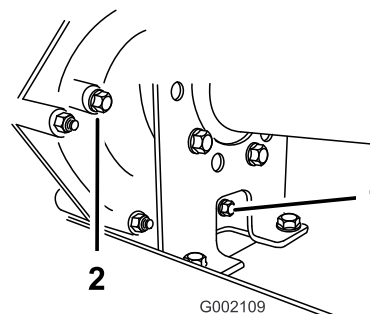
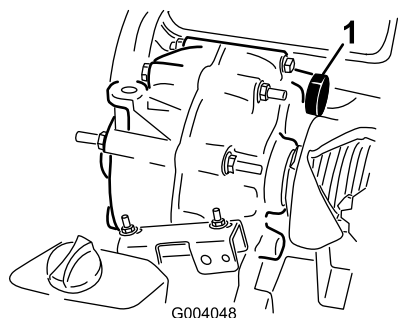

Рисунок 60
Рисунок 61
2. Тщательно протрите места вокруг пробок заливного и сливного отверстий ветошью (Рисунок 60).
4. Снимите пробку заливного отверстия, повернув ее против часовой стрелки (Рисунок 60).
5. Снимите пробку заливного отверстия, повернув ее против часовой стрелки (Рисунок 60).
6. Установите пробку сливного отверстия с прокладкой в сливное отверстие трансмиссии и затяните (Рисунок 60).
7. Долейте в бак (Рисунок 61) через заливное отверстие приблизительно 1,4 л рабочей жидкости указанного типа или пока уровень рабочей жидкости в трансмиссии не станет на уровне нижней части резьбы. (Рисунок 60).
8. Установите и затяните пробку заливного отверстия с прокладкой в заливное отверстие трансмиссии (Рисунок 60).
10. Проверьте уровень рабочей жидкости и добавьте ее, если уровень рабочей жидкости находится ниже резьбовой части заливного отверстия (Рисунок 60).